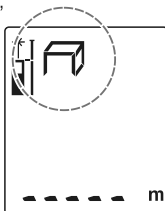

Fig. 12 – medição da largura
- 3 – Na figura do cubo que representa a medição de volume, ficará pulsando no visor uma linha horizontal, conforme mostra a fig. 12;